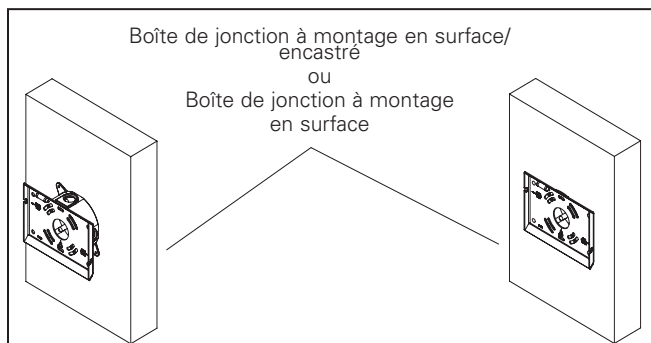

Figure 2.
2. Fixez la plaque de calage au mur, par-dessus la boîte de jonction (figure 2). La plaque de calage doit être installée avec des accessoires capables de supporter un luminaire d'un poids maximal de 22,68 kg (50 lb).